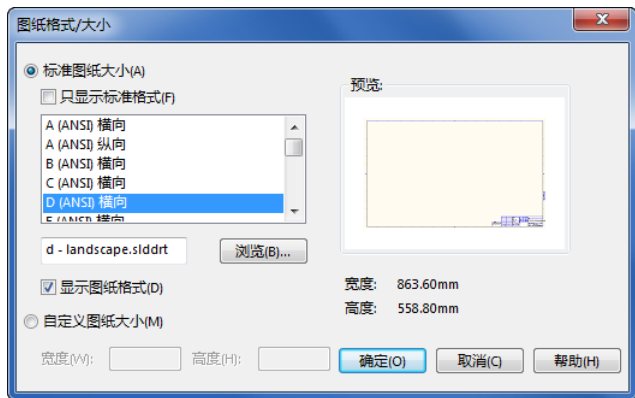

图 18-106 “图纸格式/大小”对话框
③ 单击“新建 SolidWorks 文件”对话框中的“确定”按钮，打开图 18-106 所示的“图纸格式/大小”对话框。